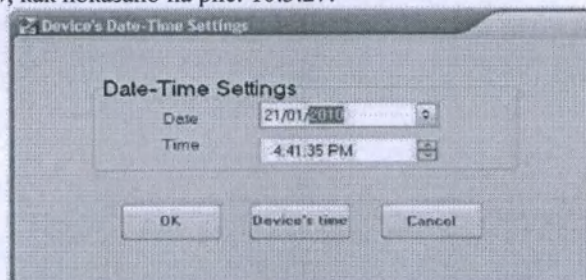

Рис. 10.3.27 Процесс настройки даты/времени
5. Удаление данных, сохраненных в устройстве: После завершения загрузки пользователь может очистить память изделия для того, чтобы записать новые данные; на экране (рис. 10.3.27В или рис. 10.3.27С, конкретный рисунок зависит от используемой модели пульсоксиметра) нажмите на кнопку «», после чего на экране появится диалоговое окно «Вы уверены в том, что хотите удалить все записи в пульсоксиметре (Are you sure to delete all
Нажмите на кнопку «», после чего на экране отобразится окно «Настройка даты/времени изделия (Device's Date-Time Settings)», как показано на рис. 10.3.27.